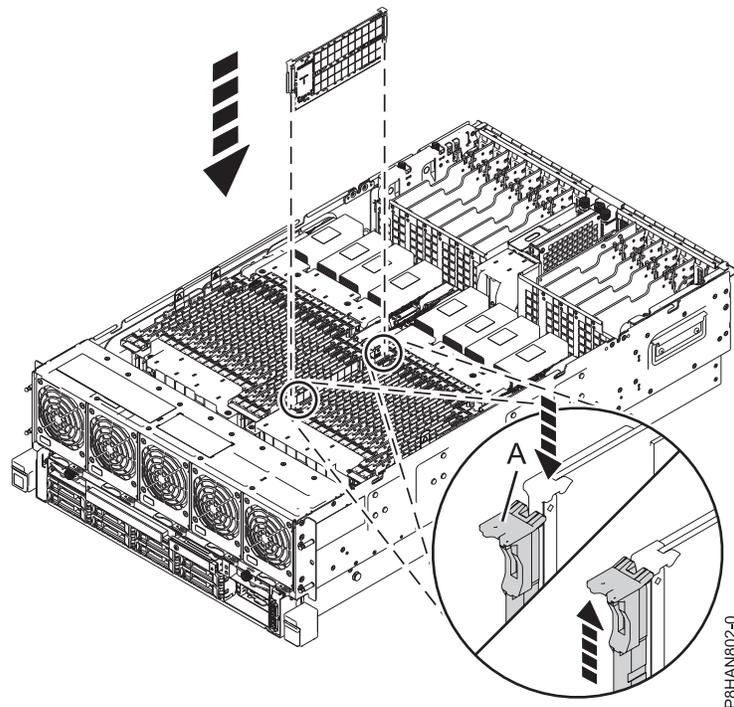

図 6. 8408-44E または 8408-E8E システムでのメモリーの取り付けまたは取り替え
6. 固定タブ (A) が所定の場所に収まるまで、メモリーをスロットにしっかり押し込みます。9 ページの図 6を参照してください。